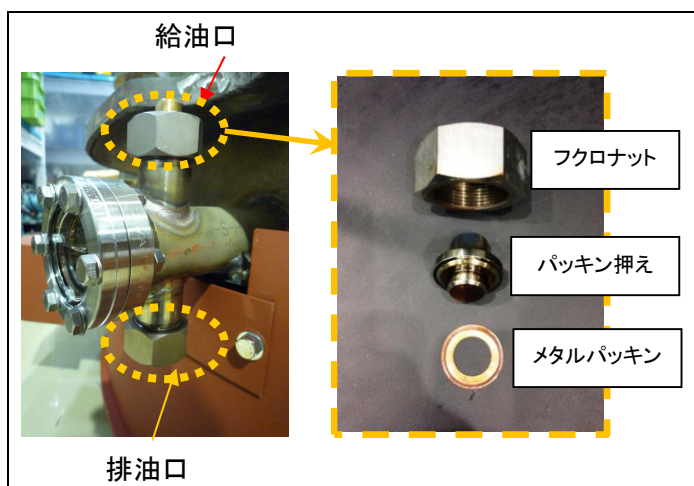
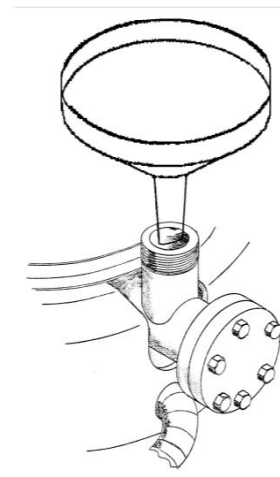

図13
図14
- (1) 4.3 項に従ってポンプを停止させた後、ポンプ及び油が常温に戻ったことを確認し、ポンプ内部を大気圧に戻してください。
- (2) 油が十分に入る容器を用意し、ドレンの下に置いて下さい。
- (3) 排油口のフクロナットとパッキン押さえとメタルパッキンはずし、油を排出します。(図13)
- (4) フクロナット、パッキン押さえメタルパッキンを取付けます。
- (1) 給油口のフクロナットを取りはずします。(図13)
- (2) パッキン押えとメタルパッキンを取りはずします。
- (3) 図14のように清浄なジョーゴを給油口にセットします。
- (4) 規定量の油を注入します。
- (5) 油の注入完了後、フクロナットとパッキン押えとメタルパッキンを取付けます。